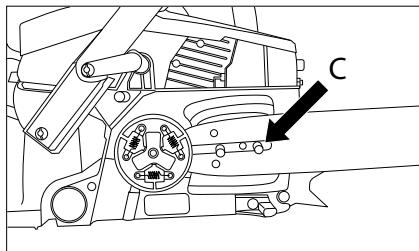

Рис. 6
4. Встановіть шину таким чином, щоб прорізи шини збігалися з обома гвинтами (C) (рис. 6).